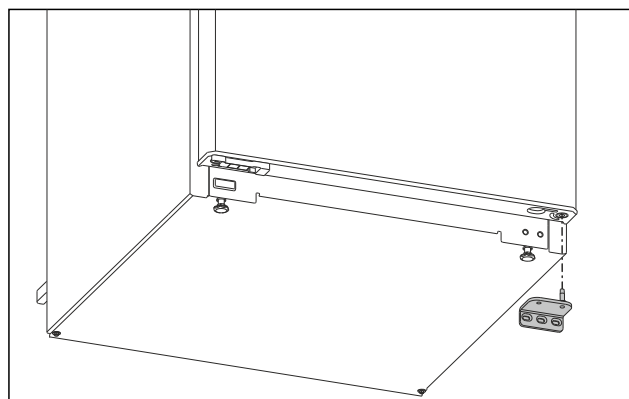

Fig. 7
- Retirer le support de palier vers le bas. (voir Fig. 7)